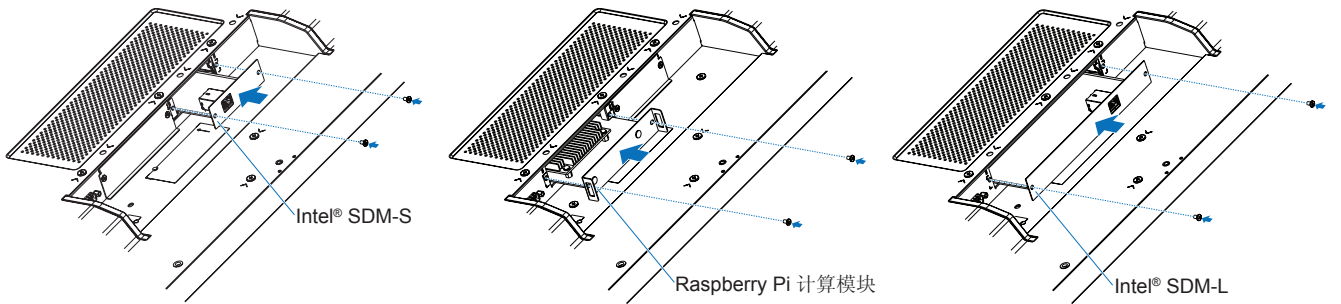

图 2
4. 将选件板插入显示器，并用卸下的螺钉将其固定到位 (图 2)。